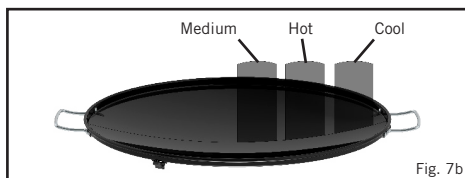

Fig. 7b
- Les températures de cuisson sont faciles à régler pour convenir à vos propres exigences, en tournant le bouton de commande (K) afin de réguler le degré de chaleur. Une fonctionnalité du barbecue Skottel est qu'il propose différentes zones de chaleur (Voir Fig. 7b). Cela est très utile, car certains aliments cuisent plus vite que d'autres et les aliments qui sont prêts en premier peuvent être déplacés vers les zones moins chaudes pour les maintenir au chaud pendant que le reste des aliments poursuit sa cuisson.